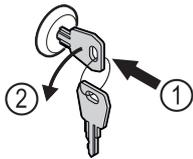

Fig. 122
- ▶ Schlüssel hineindrücken. Fig. 122 (1)
- ▶ Schlüssel um 90° gegen den Uhrzeigersinn drehen. Fig. 122 (2)